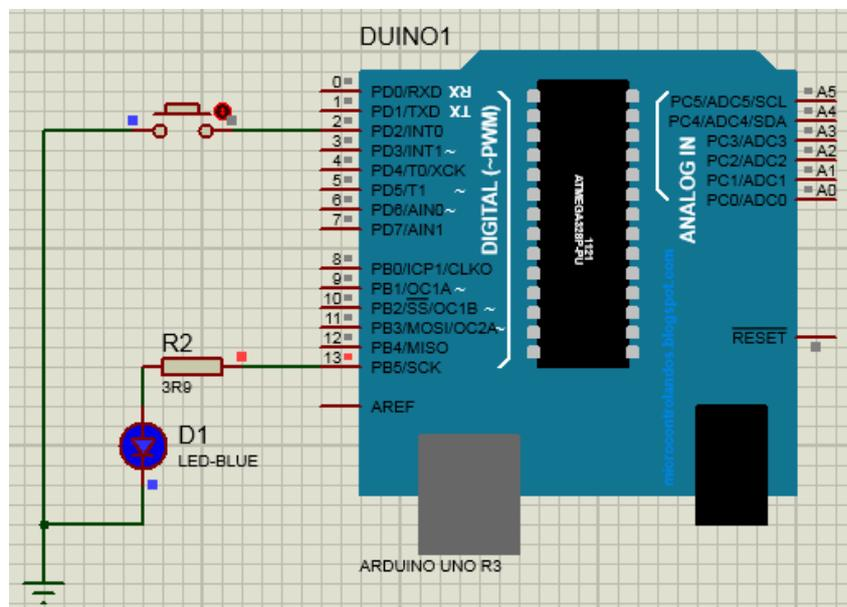

Рисунок 1.2 – Схема подключения кнопки в Proteus
1.2.2.1 Собрать схему подключения кнопки в Proteus (рисунок 1.2).